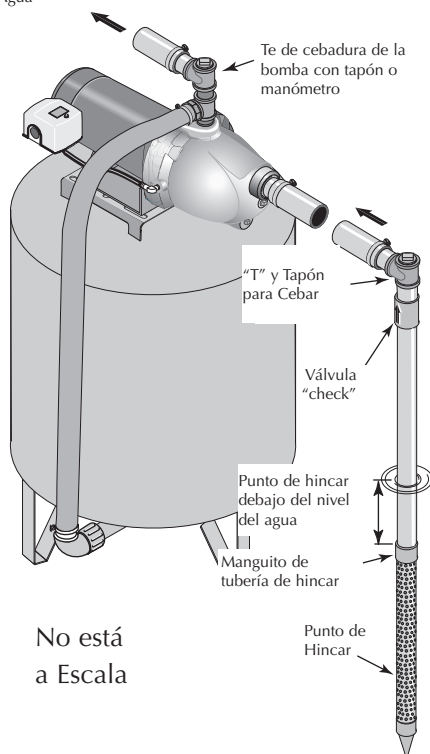

Figura 1 - Instalación del Punto de Hincar
Instalación del punto del pozo (punto de hincar) (Figura 1)
3. Utilice el menor número de conexiones posible (especialmente codos) al conectar la tubería desde el punto del pozo al orificio de succión de la bomba. La tubería de succión debe ser por lo menos del mismo tamaño que el orificio de succión en la bomba (incluya una válvula "check" si su equipo no está equipado con una) - Vea la Figura 1. Soporte la tubería para que no haya inclinaciones verticales o hundimientos en ella a fin de que no se ejerza tensión sobre el cuerpo de la bomba y con el propósito de que no se incline ligeramente hacia arriba desde el pozo hacia la bomba (los puntos altos pueden ocasionar que se formen bolsas de aire que pueden bloquear la bomba). Selle las juntas de la tubería de succión con cinta de Teflón™ o con un compuesto a base de Teflón™ especial para las juntas de las tuberías. Las juntas deben de ser a prueba de agua y estar herméticamente cerradas. Si la tubería de succión pudiera succionar aire, la bomba no podría sacar agua del pozo. Si un punto de pozo no proporciona suficiente agua, considere la posibilidad de conectar dos o tres puntos de pozo a una tubería de succión.